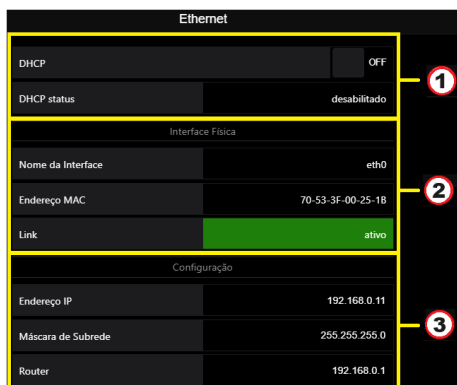

Figura 59 – Página de configuração Ethernet via Alfa Web Monitor
No primeiro bloco da Figura 59 há a possibilidade de configuração automática dos parâmetros da interface ethernet (endereço IP, máscara de subrede e router) através do protocolo DHCP (*Dynamic Host Configuration Protocol*). Para realizar esta configuração basta ativar a chave DHCP e aguardar o retorno do servidor DHCP. Com a correta atribuição automática de IP e parâmetros, é possível verificar o novo IP de entrada na Alfa Web Monitor navegando no menu do dispositivo através de seu teclado próprio. Nota: Para utilizar o DHCP é necessário estar disponível na rede um servidor DHCP responsável por conceder e controlar os endereços IP e os dispositivos desta rede.
Alternativamente à configuração automática via DHCP, o usuário pode definir as configurações da porta Ethernet por meio de um IP fixo definido. No item 3 sinalizado na Figura 59 é possível ao usuário redefinir estes parâmetros. Nota: Ao realizar a troca dos parâmetros de conexão o Indicador perde a comunicação com aquela sessão, sendo necessário reconfigurar a conexão entre o PC e o Indicador ou alterando o endereço IP de entrada no browser.